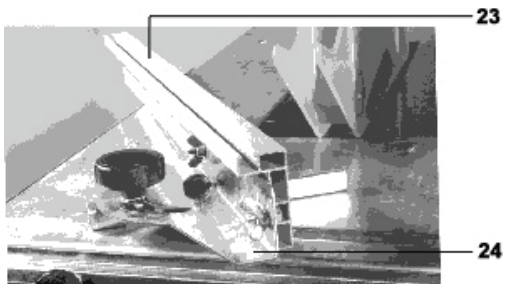

Fig. 17
- Montare la parte 23 sulla parte 24 usando due viti a farfalla e due dadi a farfalla (vedi fig. 17).